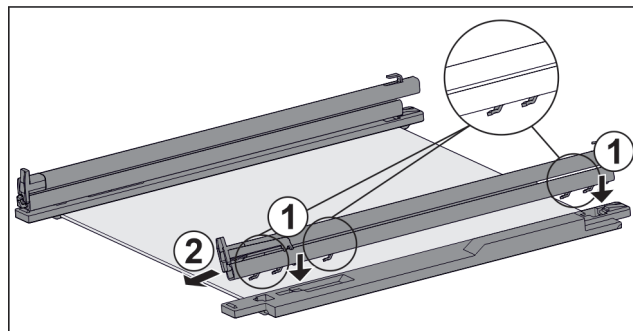

Fig. 100 Стекла́нная пластина с направляющими и крепежными элементами
- ▶ Поместите крючки направляющей в отверстия **левого** крепежного элемента. Fig. 100 (1)
- ▶ Потяните направляющую вперед. Fig. 100 (2)
- ▶ Поместите крючки направляющей в отверстия **правого** крепежного элемента. Fig. 100 (1)